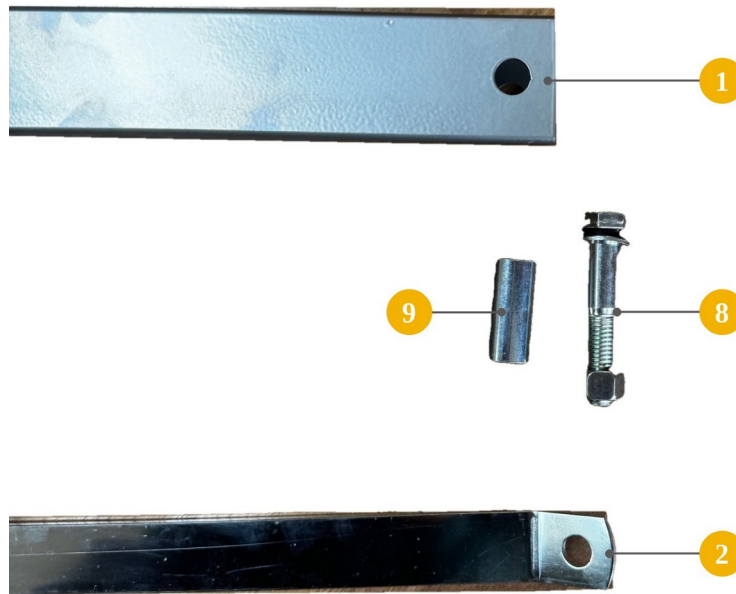

FIG. 5 — União da lança e do tirante
- 7) Una a extremidade livre do tirante à extremidade da lança (Fig. 5): com o casquilho espaçador (9) já colocado, passe o parafuso (8) através da lança, do casquilho e do olhal do tirante, e aperte a porca.